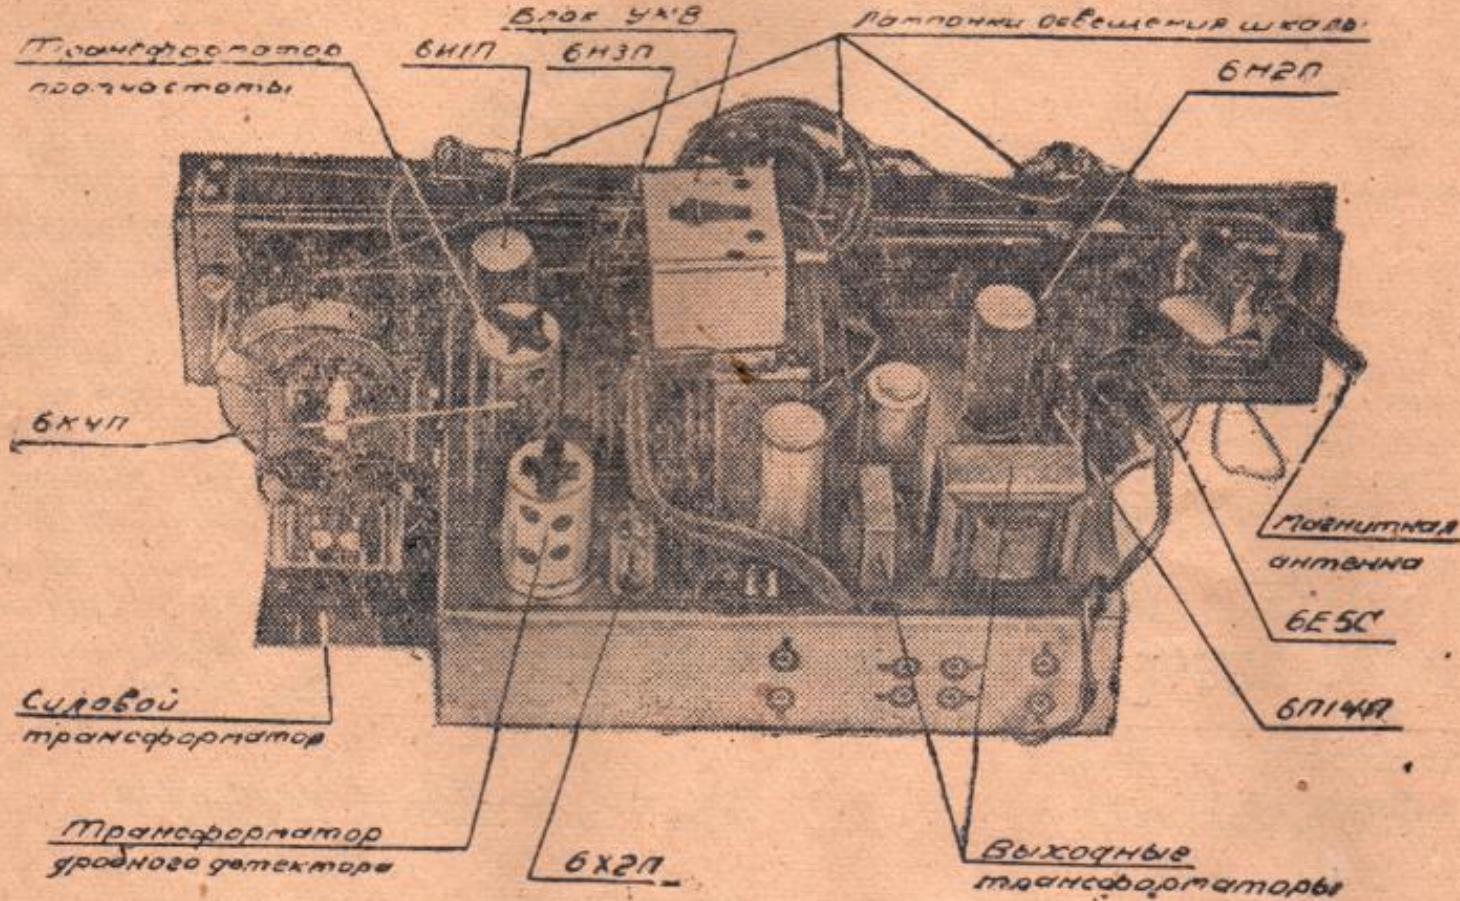

Рис. 2. Расположение радиоламп и основных узлов на шасси
Расположение радиоламп и основных узлов на шасси показано на рис. 2.
- б) Все лампы плотно вставлены в панели и находятся на своих местах (согласно рис. 2).